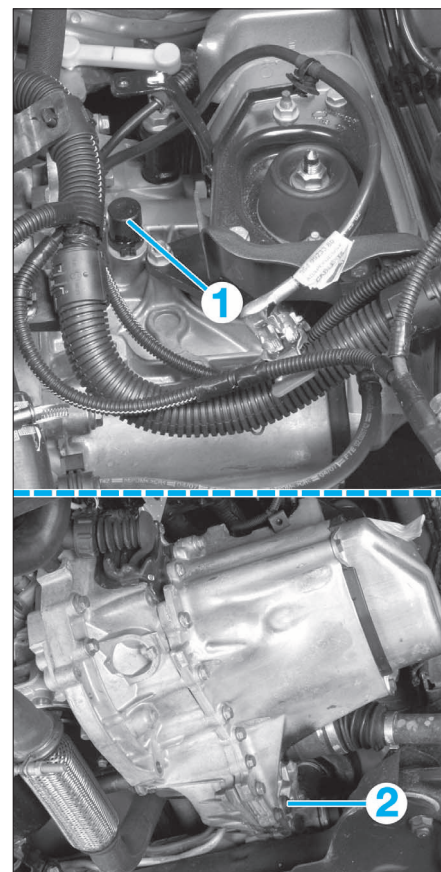

FIG. 5
- Déposer le bouchon (1) de mise à l'air libre (Fig.5).
- Déposer le bouchon de vidange (2).